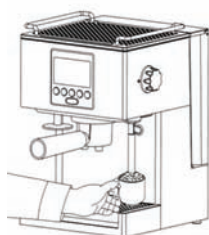

Рис. 8
15.7. След това поместете жигльора на пара (11) в канчето с мляко така (Рис. 8), че жигльорът да се намира около 1/2 см под повърхност на млякото и активирайте изпускане на пара с повторно въртене на регулатора на пара (13) в положение  | , т.е. завъртете го в посока срещу часовникова стрелка така, че символът  |  да съвпада с маркировката върху корпус на експреса.
- Веднага спрете парата, когато млякото се стопли до температура 60–65°C с обръщане на регулатора на пара (13) в положение **OFF**, т.е. завъртете го в посока на часовникова стрелка така, че символът **OFF** да съвпада с маркировката върху корпус на експреса.
- Отстранете канчето. Веднага протрете жигльора (11) и накрайника му с помощта на чиста, влажна кърпичка и изплакнете с малко пара, аналогично до изплакване преди запенване на млякото.